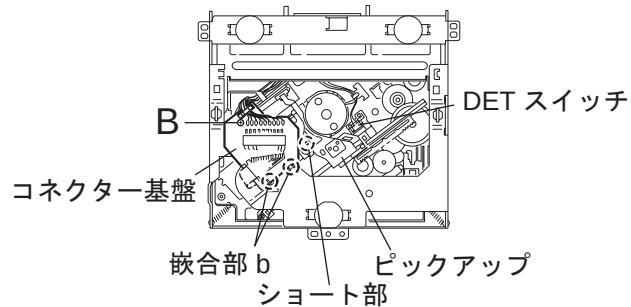

図 3
(図 3, 4, 5 参照)
3.2.3 DETスイッチの外し方 (図3、4、5、6参照)